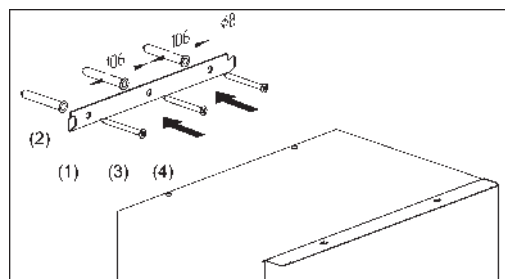

Рисунок 4. Установка прибора на вертикальное основание
**(1)** Выполните разметку отверстий в стене под крепление кронштейна (закладной) в соответствии с рис.4.
**(2), (3)** Выполните установку кронштейна (закладной) с использованием дюбелей и шурупов входящих в комплект поставки.